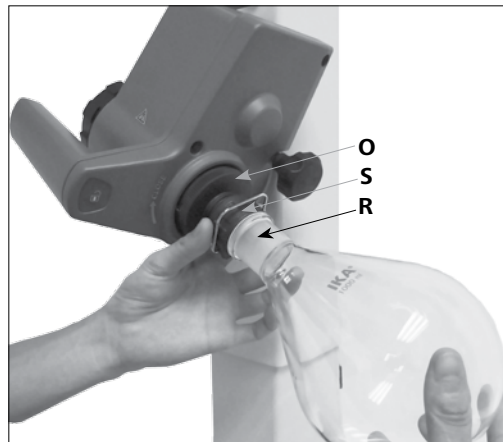

Fig. 15a
- Placer le ballon d'évaporation sur le tube de vapeur (**R**). (Fig. 15a)